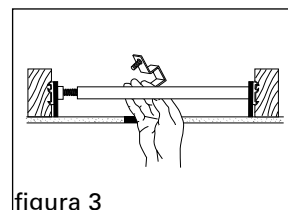
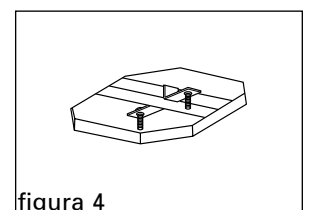

figura 3
figura 4
3. Entre el soporte sobre el tubo cuadrado y centralize sobre el hueco (figura 3). Asegurese que los tornillos están apuntando hacia en la plancha de estuco (figura 4).